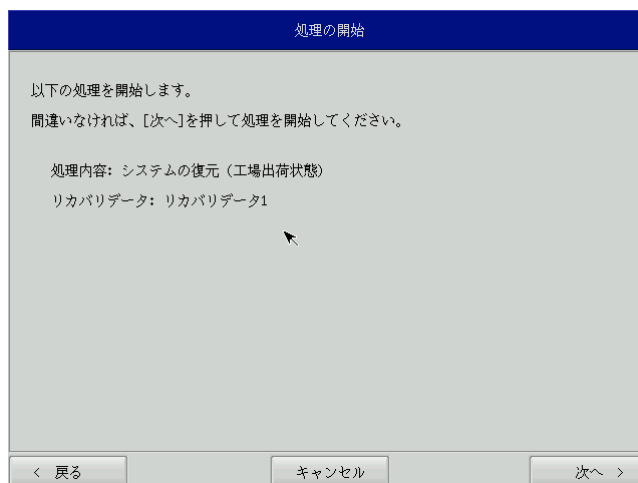

図 6-2-3. 確認画面
- ⑦ 確認画面（図 6-2-3）が表示されます。リカバリデータを確認し、[次へ]ボタンを押して処理を開始します。